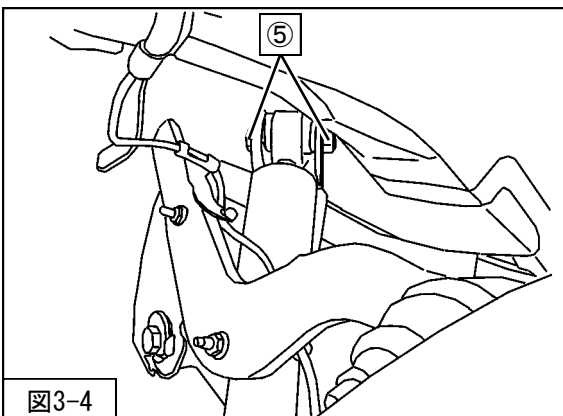

図3-4
6. ⑤リアショックアブソーバASSYアッパー取付ボルト・ナットを取外してください。（図3-4）